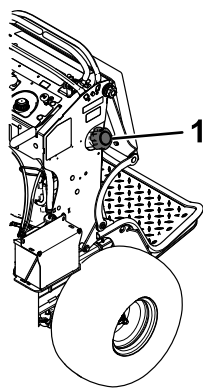

図 47
- 燃料タンクにごみが入るのを防止するために、キャップ 図 47 の周囲をきれいに拭く。